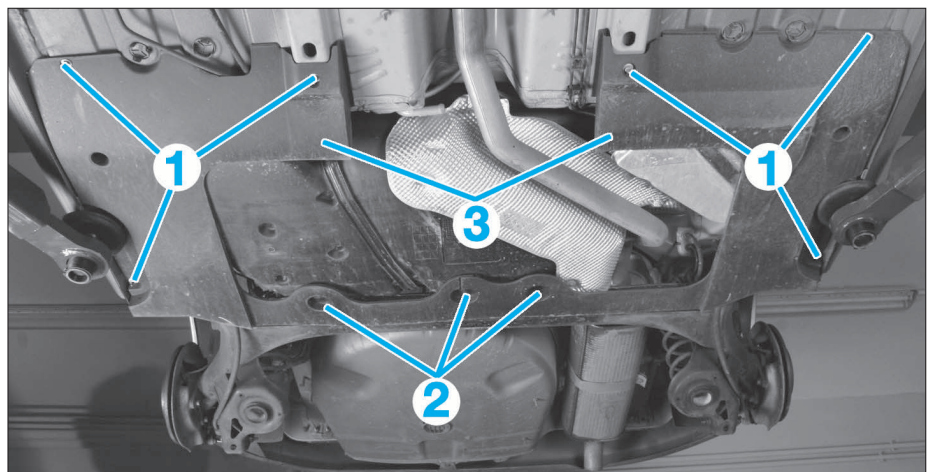
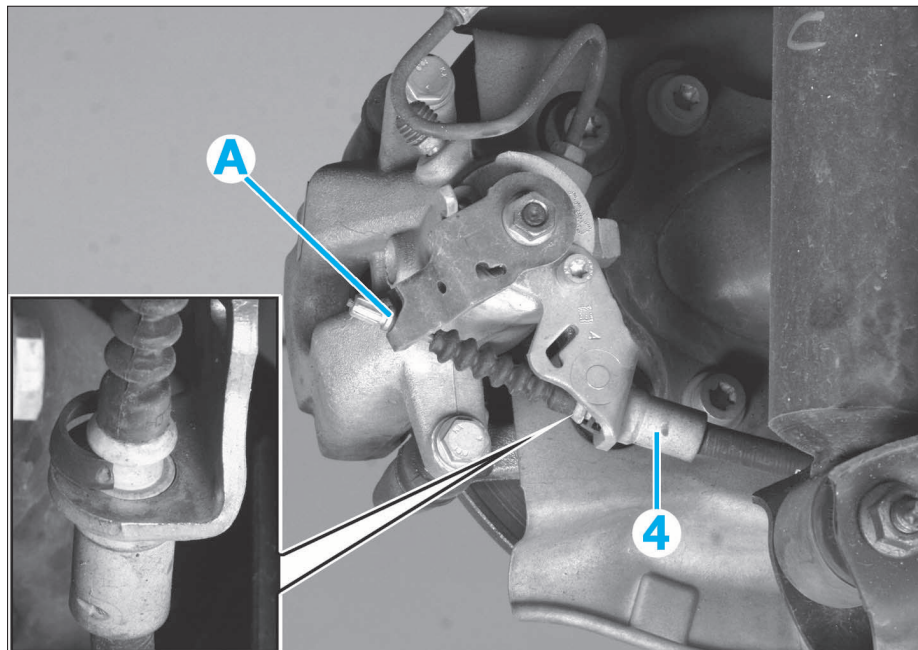
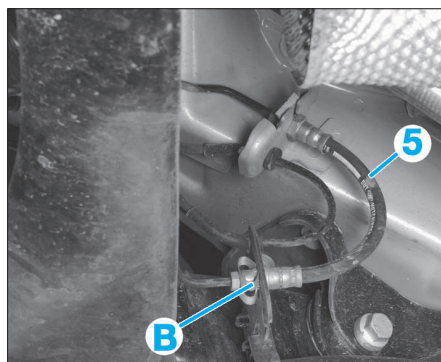

FIG. 45
FIG. 46
FIG. 47
- Déposer (Fig.45) :
- les écrous (1),
- les pions plastiques (2),
- les protections (3).
- Désaccoupler les câbles de frein de parking (4) (en "A") (Fig.46).
- Dégager des guides les câbles de frein de parking (4).
- De chaque côté (Fig.47) :
- désaccoupler les flexibles de frein (5) sur les tuyaux rigides de frein (en "B"),